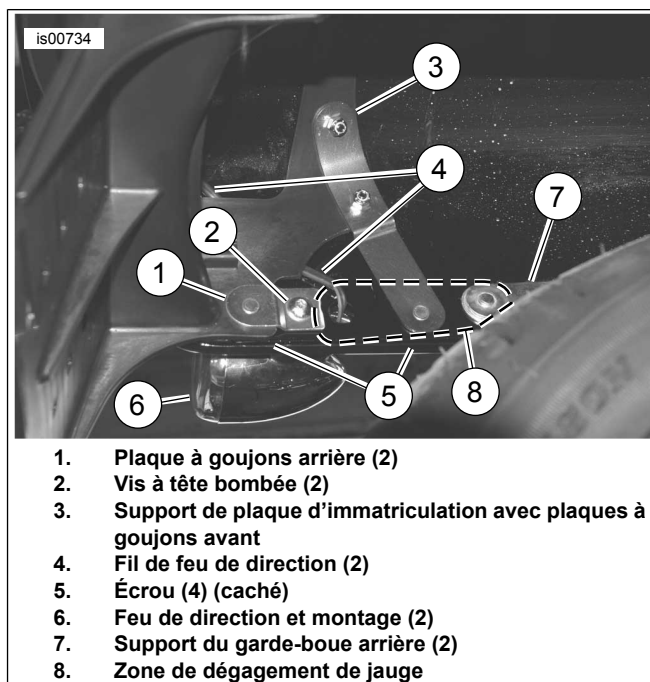
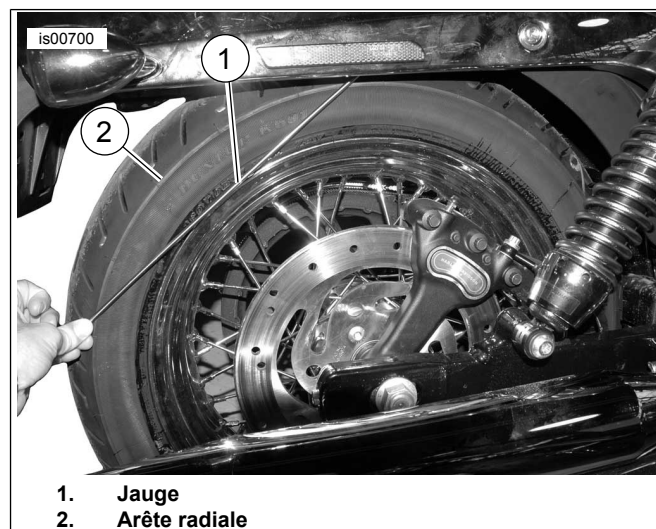

Figure 6. Installer le support de plaque d'immatriculation
Figure 7. Dégagement de jauge
Voir la Figure 6, étapes 16 à 19.
21. Voir la Figure 6. Serrer la vis à tête bombée (2) à un couple de 19 N·m (14 ft-lbs). Répéter pour le côté opposé.
4. Voir la Figure 7. Poser la jauge en travers de l'arête radiale (2) du pneu et vérifier que la jauge (1) peut traverser le garde-boue sans toucher (voir la Figure 6) aucune pièce de visserie ou de support dans la zone de dégagement de la jauge (8).
5. **Si la jauge traverse la zone de dégagement de jauge (8),** passer à la section Remettre la moto en service, ci-dessous. **Si la jauge entre en contact avec la zone de dégagement de jauge (8),** effectuer la procédure de réglage horizontal ci-dessous.